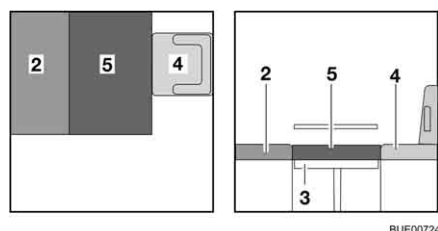

Fig. 121 Depois da transformação
- Coloque o estofa adicional (Fig. 121,5) sobre a mesa.
- Se necessário, volte a mover para trás o banco do condutor (Fig. 121,4).